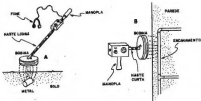

Fig. 7
- 1 - Haste para fixação da bobina/forma. Tubo de PVC ou até mesmo um cabo de vassoura, servindo. O comprimento dependerá da aplicação (ver fig. 7)
A fig. 7 mostra, respectivamente nos itens A, B, C, as possibilidades de arranjo final do conjunto, dependendo da utilização pretendida pelo montador: haste longa (para prospecção de solo) ou haste curta (para pesquisa e detecção em paredes). Notar o posicionamento da manopla plástica, nos dois casos: em 7-A fica na extremidade da haste oposta à bobina e em 7-B é fixada distalmente à uma das laterais maiores da caixa.